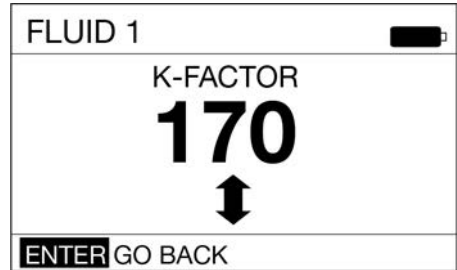

FIG. 67
5. Una vez terminados los ajustes del factor K, el botón INTRO debería estar resaltado en la esquina inferior izquierda de la pantalla, como se muestra en la FIG. 67. Pulse de nuevo el botón INTRO del centro del teclado para seleccionar dicha función y guardar el nuevo factor de calibración.